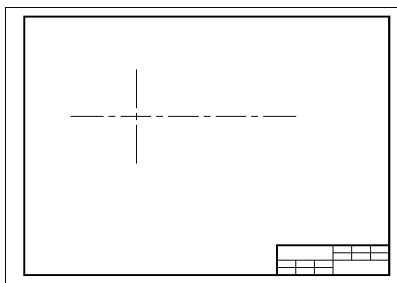

图 11-4 绘制定位线
1) 绘制定位线。选择“点画线”图层为当前图层，选择“绘图”面板→“直线”命令，绘制螺杆的轴线和孔的中心定位线，如图 11-4 所示。